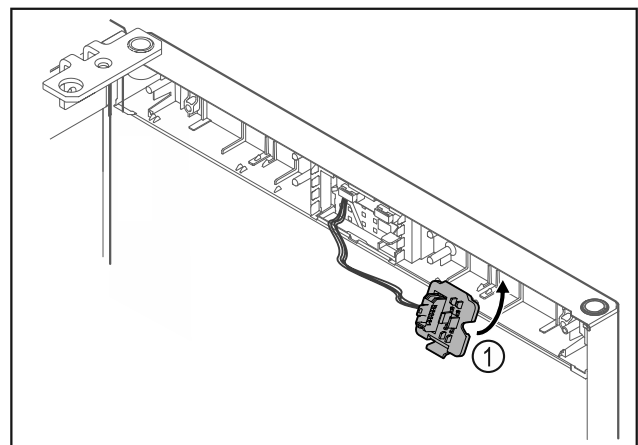

Fig. 25
- Encajar el soporte del conector Fig. 25 (1) en el lado contrario.